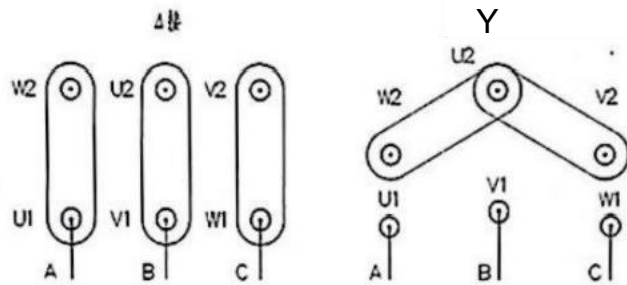

图4接法
7.3.3 六端子接线盒通过连接片改变接法，可适应两种不同电压需要(见图4)。有两个进线口可引入二根多芯电缆的接线盒，当引入一根多芯电缆只使用一个进线口时，另一个进线口的金属堵棒不得拿掉并应可靠封堵，否则将失去防爆性能。